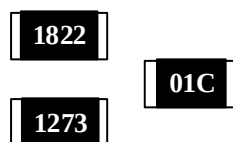

图 2 E-96 系列电阻
E-96 系列电阻用 4 位数字或代码表示，精度更高、阻值更密集，如图 2 所示。
a) 大于 10 欧姆的电阻：WXYZ，其中 WXY 为 E-96 系列的系数，Z 代表对应的指数部分，电阻值表示为 $WXY * 10^Z$ 。如图 2 所示的电阻带有 1822 字样，WXY 为 182，Z 为 2，电阻阻值为 $182 * 10^2 = 18.2k\Omega$ 。
c) E-96 还有一种 **Multiplier Code** 标注法，其 Code 与 E-96 系列系数对应关系详见附录 5.2。如图 2 所示的电阻带有 01C 字样，其中 01 对应 E-96 系列系数为 100，C 对应 10^2 ，故电阻阻值为 $100 * 10^2 = 10k\Omega$ 。